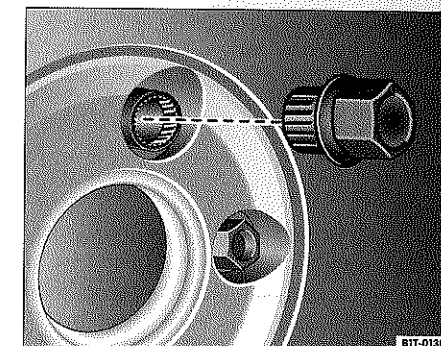

Fig. 25 Cambio de rueda: tornillo de rueda antirrobo y adaptador
- Introduzca el adaptador¹⁹⁾ hasta el tope en el tornillo antirrobo ⇒ fig. 25.